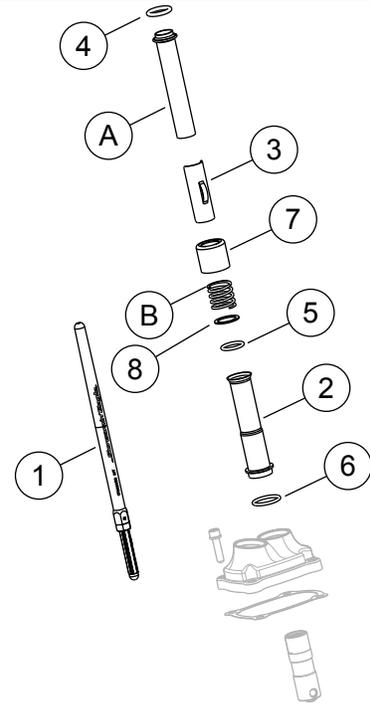

Figure 5. Pièces de rechange
Voir Figure 5 et Tableau 1.
- Voir Figure 3 et Figure 5. Poser les tiges de poussée d'admission dans les couvercles de tige de poussée. Remplacer les joints toriques, le couvercle de tige de poussée inférieur et l'arrêteur de couvercle de ressort par les composants neufs fournis dans le kit. Veiller à ce que l'extrémité de réglage de la tige de poussée soit dirigée vers le bas.